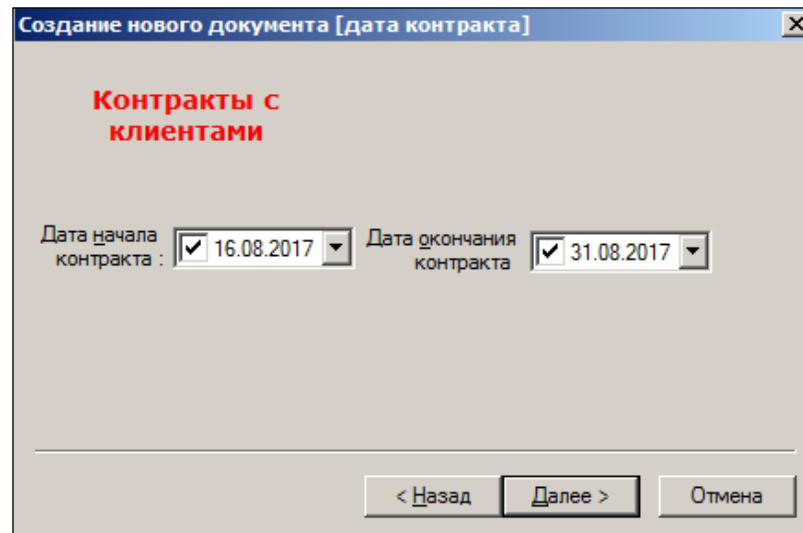

Рисунок 28 – Создание контракта с клиентами (5)
5. Даты начала и окончания контракта выбираются из календаря (Рисунок 28):